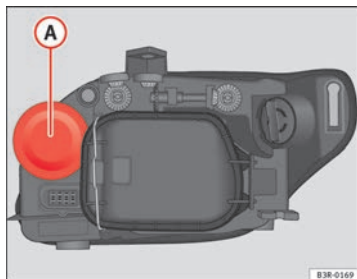

Fig. 218 Lampada luce indicatore di direzione
- Rimuovere la copertura di gomma ⇒ fig. 218 tirandola.